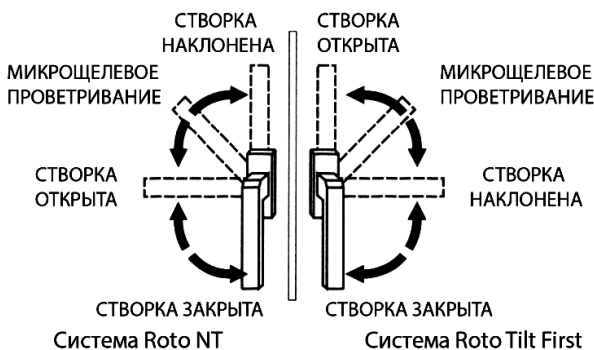

Рис. 4. Схема поворота ручки
- удерживая блокиратор, перевести ручку в положение «створка наклонена» (рис. 4);
- прижать верхний петлевой угол створки к раме; удерживая блокиратор ручки в прижатом состоянии, перевести ручку в положение «створка открыта» (рис. 4);